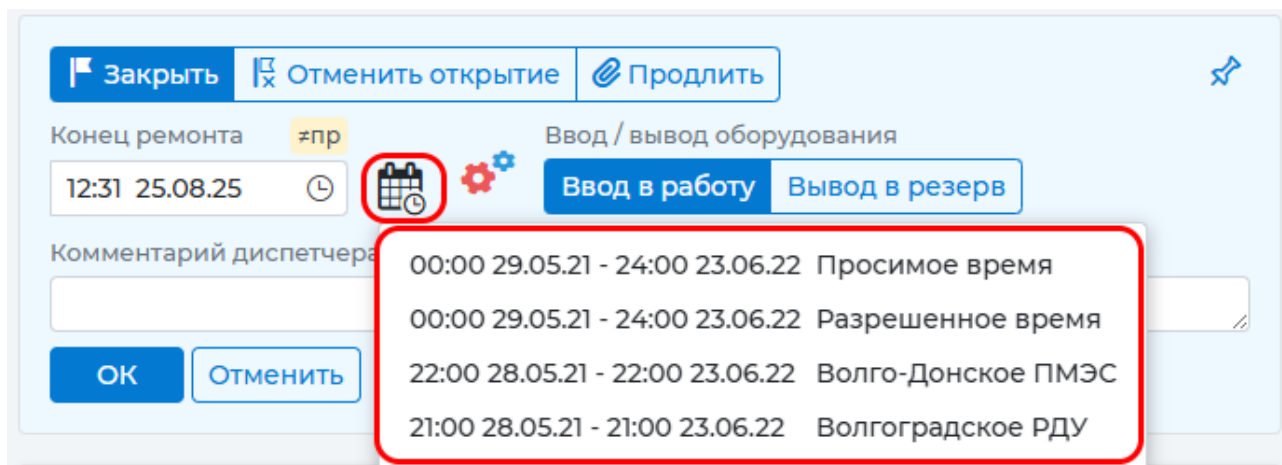

Рисунок 13.2 – Выбор времени ремонта
- выбрать из раскрывающегося списка время ремонта по заявке по нажатию на пиктограмму «📅» (просимое время, разрешенное время или время ремонта предприятий, рассмотревших заявку) (Рисунок 13.2).